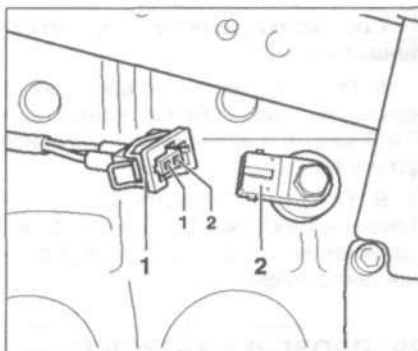

Рис. 3.46. Отсоедините разъем проводки 1 от датчика детонации 2.
4. Отсоедините разъем проводки 1 от датчика детонации 2 (рис. 3.46).